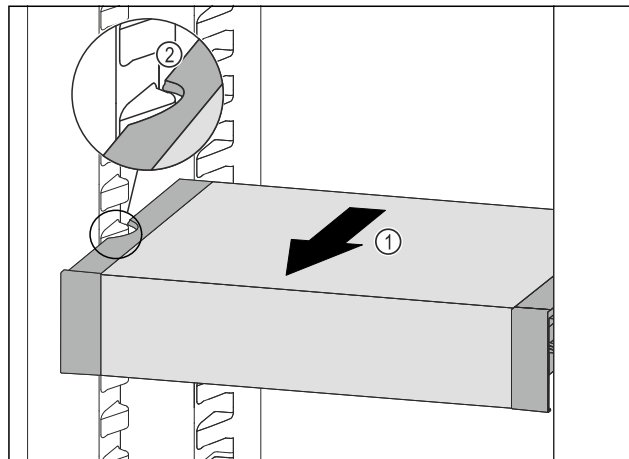

Fig. 170
- ▶ Потягнути VarioSafe вперед Fig. 170 (1), поки бокові заглиблення VarioSafe не опиняться на рівні ребра для ємності в охолоджувальному відділенні. Fig. 170 (2)